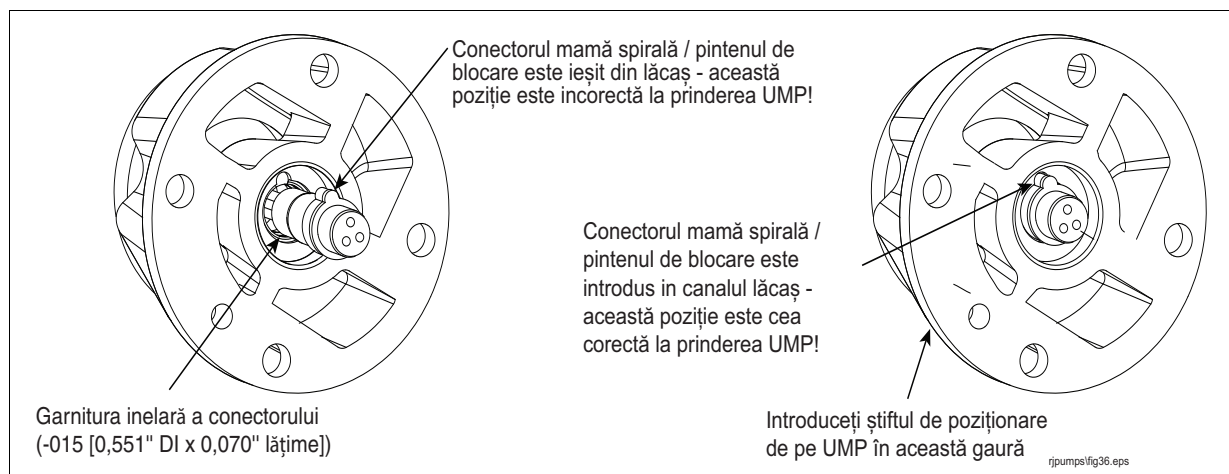

Figura 6. Verificarea așezării corecte a conectorului mamă cu spirală
1. Verificați vizual conectorul cu spirală din capătul capului de refulare. Asigurați-vă că conectorul cu spirală este așezat în locaș și pintenul de blocare este în canalul din locaș (vezi Figura 6).
- Aliniați știftul de poziționare al UMP în gaura corespunzătoare din capul de refulare (vezi Figura 6) și împingeți UMP pe poziție folosind doar forța mâinilor. UMP trebuie să stea fix pe capul de refulare înainte de prinderea bolțurilor de fixare ale UMP.